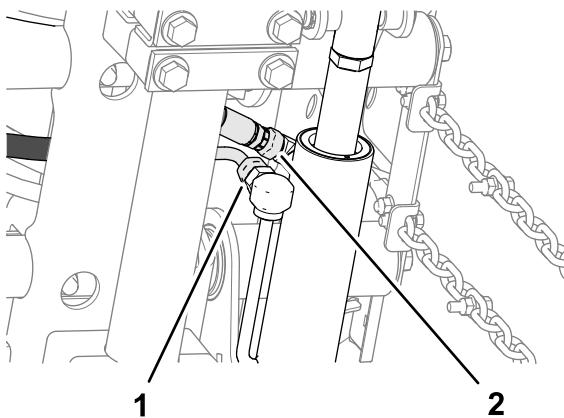

Рисунок 16
- Установите проставку между несущей и монтажной пластинами (Рисунок 16) и соедините пластины и проставку, не затягивая, с помощью каретного болта (3/8 x 1 1/4 дюйма) и фланцевой контргайки (3/8 дюйма).